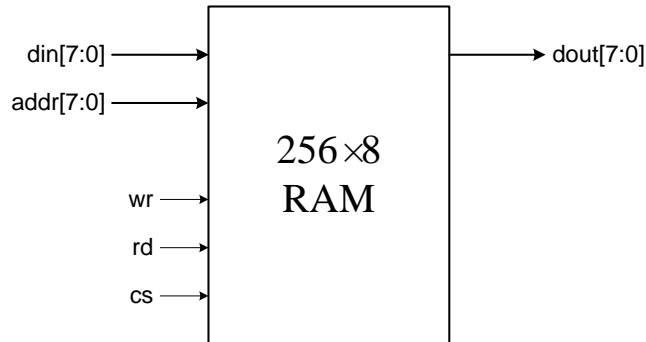

图 8、 $256 \times 8\text{bits}$ 的 SRAM 框图
2.14、图 8 是一个 $256 \times 8\text{bits}$ 的 SRAM 的框图， $\text{din}[7:0]$ 是 8 条数据输入线， $\text{dout}[7:0]$ 是 8 条数据输出线。 wr 为写控制线， rd 为读控制线， cs 为片选控制线。其工作方式为：